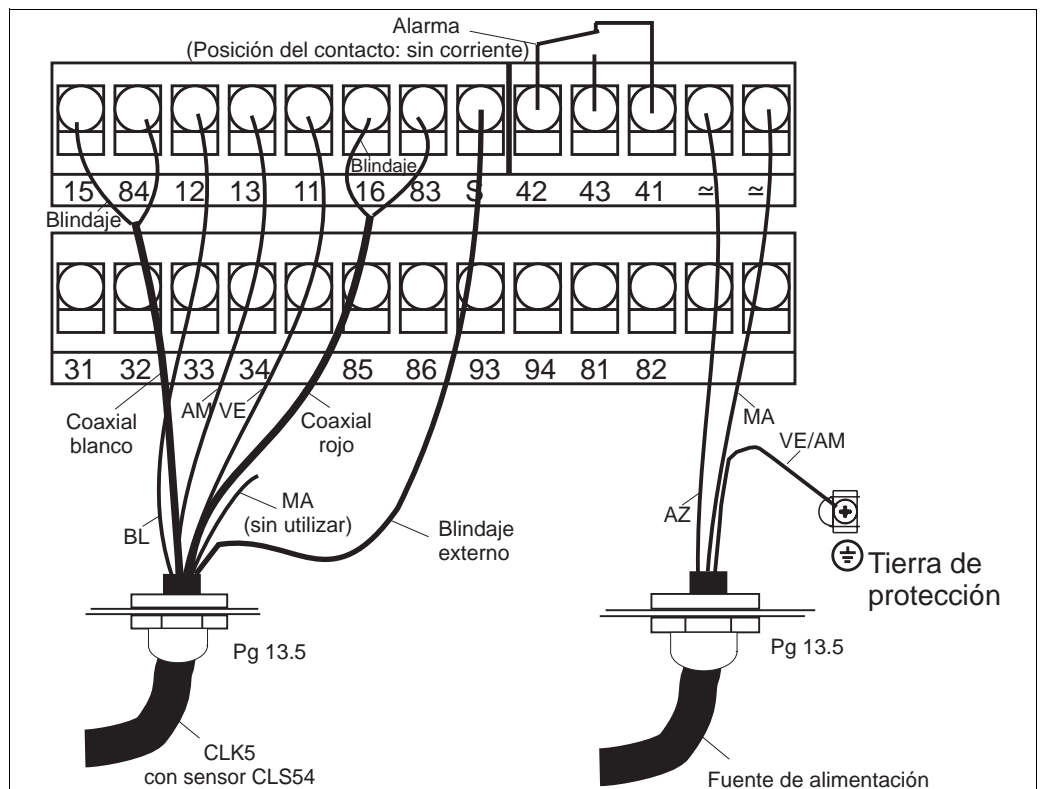

Fig. 20: Conexión eléctrica del Smartec S CLD134
4. Conecte los cables de alimentación conforme a la asignación de terminales ilustrada en la Fig. 20.
5. Conecte el contacto de alarma conforme a la asignación de terminales ilustrada en la Fig. 20.
7. Versión separada: Conecte el sensor conforme a la asignación de terminales ilustrada en la Fig. 20.